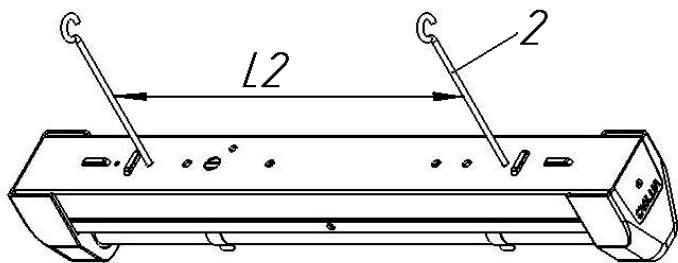

Рисунок 3.2
3.9 Облучатель может быть закреплен на стене с помощью держателей 1 из комплекта принадлежностей в горизонтальном (рекомендуется) либо вертикальном положении как показано на рис. 3.1 на высоте не менее 1,0 м (нижняя часть корпуса) от уровня пола. Варианты разметки крепежных отверстий изображены на рис. 3.1. А также облучатель можно повесить к потолку с помощью крючков 2 как показано на рис. 3.2.